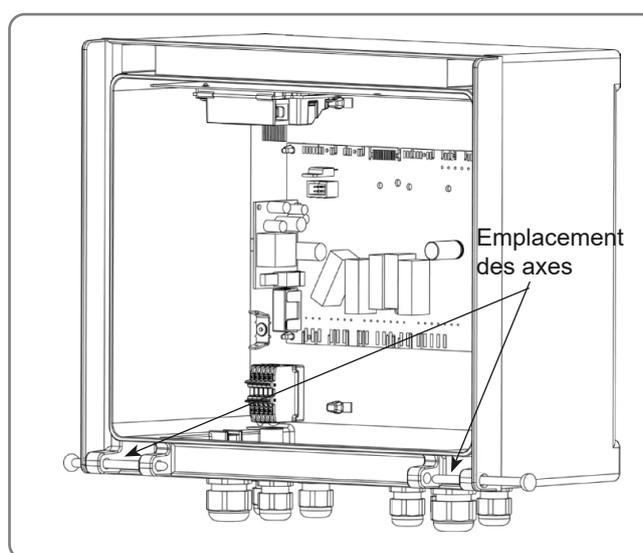

figure 6 - Emplacement axes de portes
- Ouvrir et retirer la porte en enlevant les axes par l'extérieur représentés fig.6.
- Ouvrir et retirer la porte en enlevant les axes par l'extérieur représentés fig.6